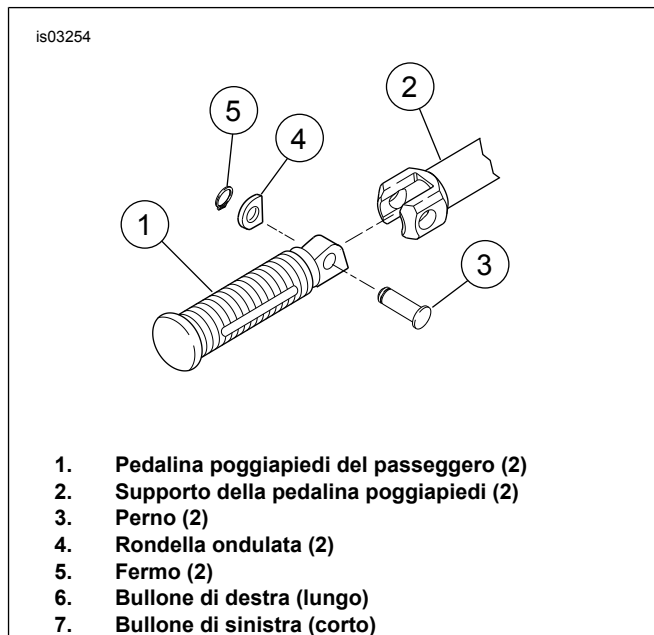

Figura 6. Montaggio della pedalina poggiapiedi del passeggero (lato destro)
4. Vedere Figura 6. Togliere la pedalina poggiapiedi del passeggero (1) dal sostegno (2) estraendo il perno (3), la rondella ondulata (4) e il fermo (5). Conservare le parti per l'installazione del kit.
1. Vedere Figura 6. Installare la pedalina poggipiedi del passeggero (1) sul sostegno (2) usando il perno originale (3), la rondella ondulata (4) e il fermo (5).